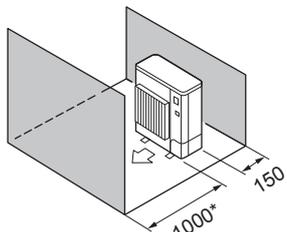

Fig. 2-6
- ⑤ Окружающие предметы - только спереди и сзади (Fig. 2-6)